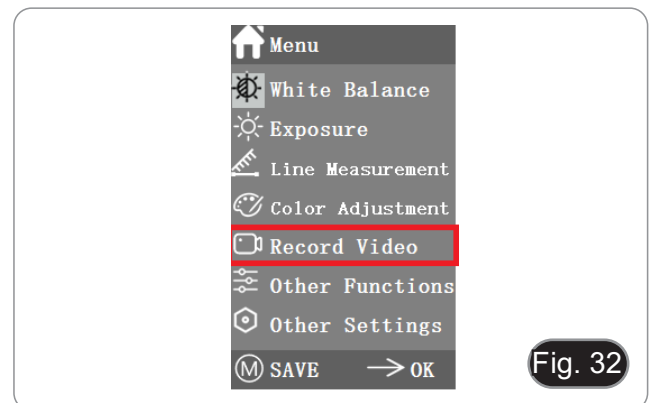

Fig. 32
1. Premere il pulsante M per mostrare il menu sullo schermo (Fig. 32) e scegliere l'opzione Record Video premendo ↑ o ↓.